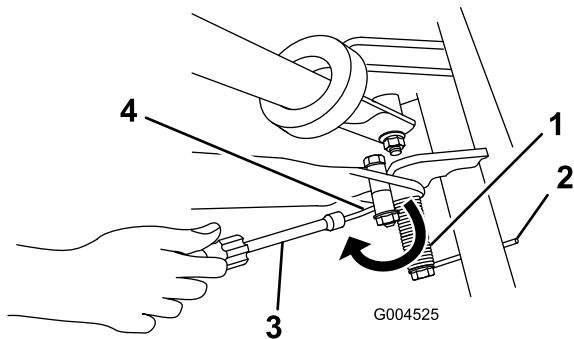

Figura 7
- Coloque una atornilladora sobre el extremo del muelle que está orientado hacia atrás, y pase el extremo del muelle por debajo del espaciador del soporte (Figura 7).